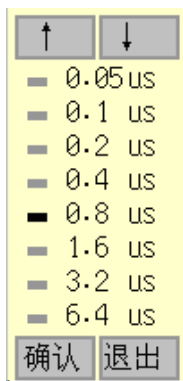

图 3.8 采样周期选择
- 10、采样周期：每两个采样点之间的时间间隔，按确认键弹出图 3.8 所示的选择界面，共分为 8 档：0.05us、0.1us、0.2us、0.4us、0.8us、1.6us、3.2us、6.4us，通常情况下，如果被测对象的声时比较长，则需要选择比较大的采样周期，采样周期的选择方式与测试方式选择完全相同。